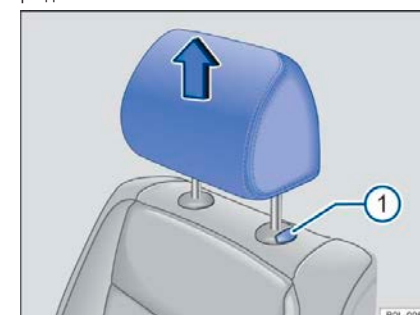

Рисунок 59 Снятие подголовника переднего ряда сидений
- Удерживая кнопку → рис. 59  полностью вытяните подголовник.
- Нажмите и удерживайте кнопку → рис. 59  и опустите подголовник.